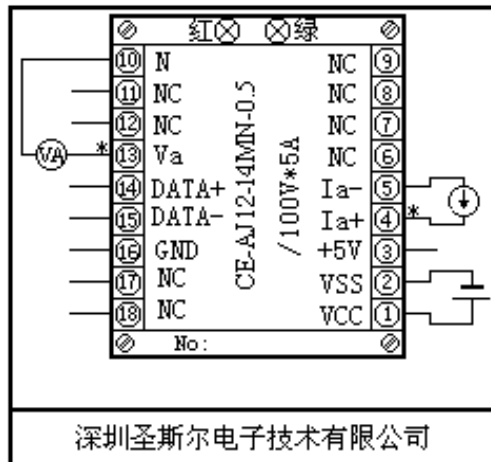

图 3.1.3 单相三隔离 N 型产品 RS485 接口接线参考图
3.1.4.3 单相三隔离 N 型产品接线参考图，见图 3.1.3